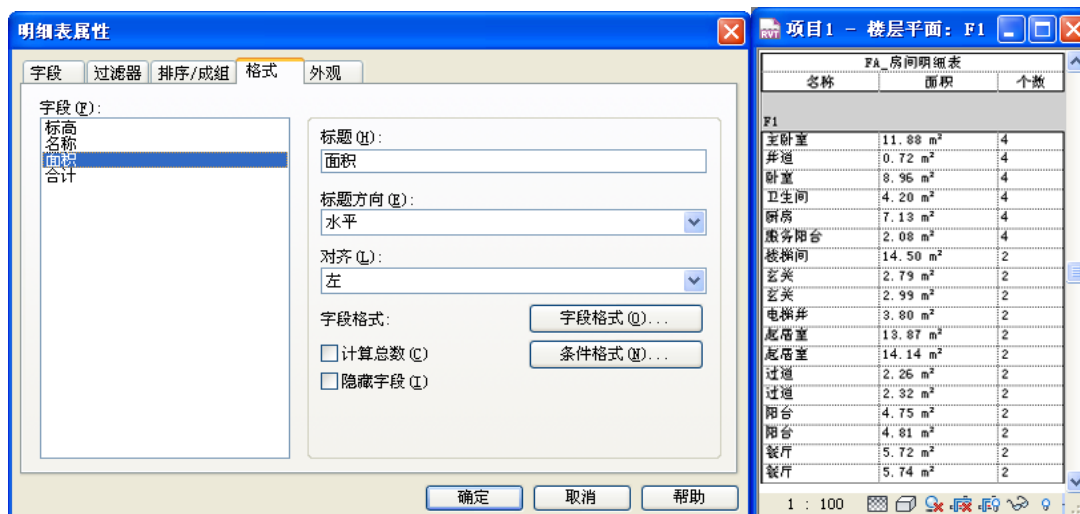

图 3-71
- 5) 切换到“格式”选项卡，选择字段“面积”，勾选右下角“计算总数”前的复选框；选择“合计”字段，同样勾选“计算总数”选项，两次确定观察编辑后的明细表（如图 3-71 所示）。